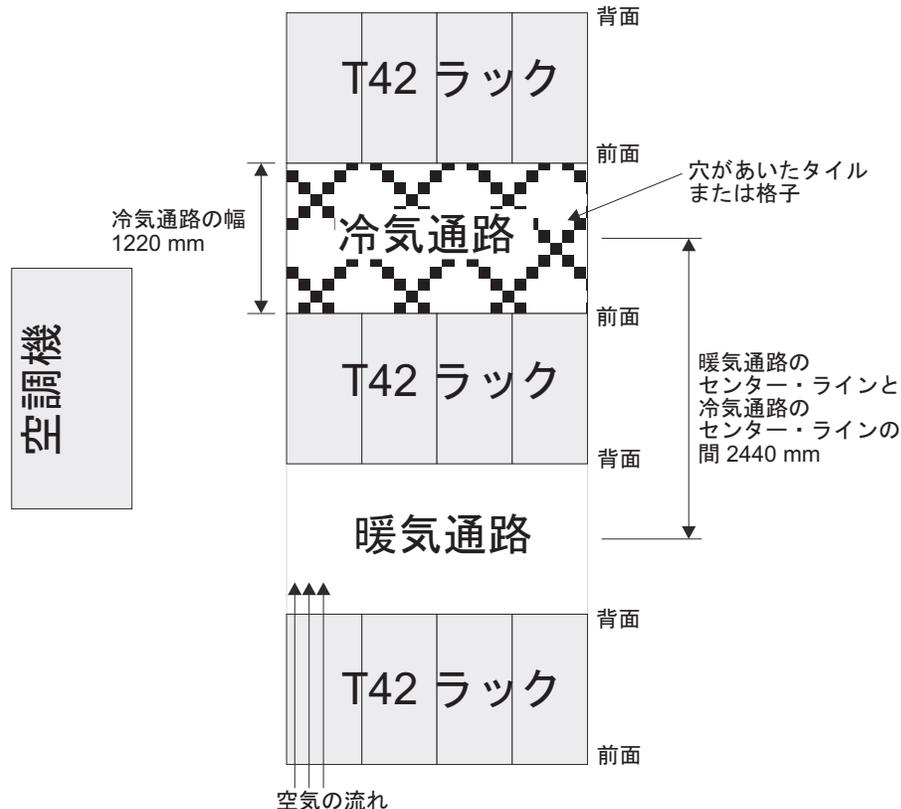

図 10. 冷気通路/暖気通路ラック構成の例
- 空気はラックの前面から入り、背面から出るようにすること。ラックから出る空気が、別の装置の取り入れ口に入らないようにするために、ラックを、背面と背面、あるいは前面と前面を合わせるようにして交互の列に配置する必要があります。この配置方法は「冷気通路/暖気通路」と呼ばれ、図 10 にその図を示しました。